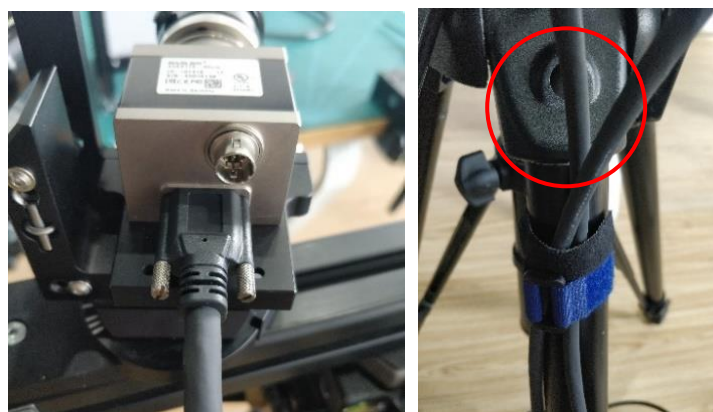

图 6
6、将与相机相关的线连线，如 1394b 线、USB3.0 线、网线、电源线等连接至电脑。需要注意的是，2 个相机的数据线接好之后需将线固定，防止事故发生损坏接口。如下图 6 所示。